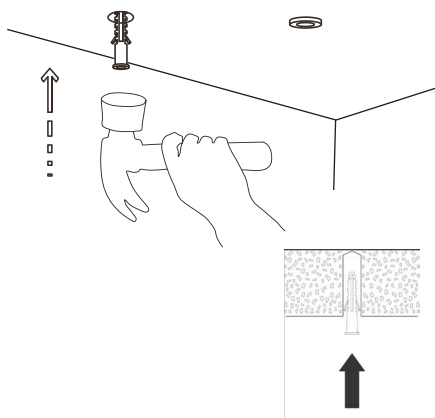

FIGURE 6
11. Pour augmenter la hauteur du luminaire, tirez le câble d'aéronef à travers le trou dans le coupleur de câble. Voir **Figure 6**.